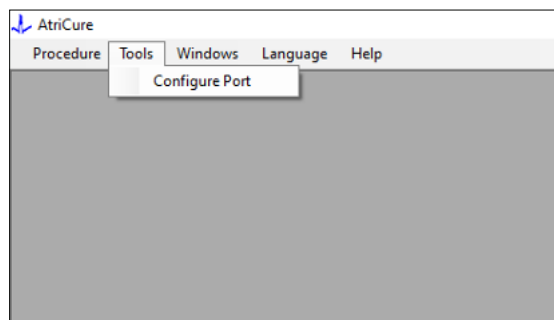
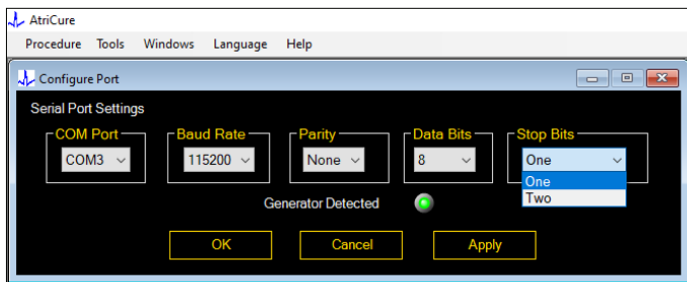

Figura 8: Opção para configurar as definições da Porta de comunicação no software
Figura 9: Opções para configurar as definições da Porta de comunicação no software
2. Ao selecionar Ferramentas > Configurar porta, irá abrir a seguinte janela (consulte a **Figura 8** e a **Figura 9**):